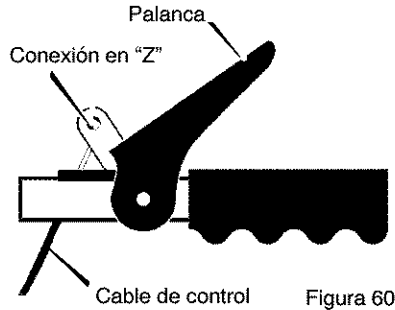

Figura 60
**NOTA:** Si los cables se han desconectado, conéctelos como se muestra en la Figura 60.